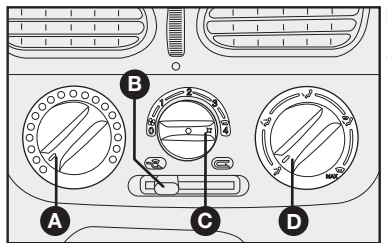

fig. 30
### COMANDOS - fig. 30
1) Seletor para a temperatura do ar A-fig. 30 totalmente posicionado à esquerda.
2) Seletor do ventilador C-fig. 30 posicionado na velocidade máxima.
3) Seletor de distribuição do ar D-fig. 30 apontado para ; controlar para que todas as saídas de ar estejam totalmente abertas.
4) Ligar o ar-condicionado apertando o seletor **C-fig. 30**.
O ar-condicionado é muito útil para acelerar o desembaçamento, pois desumidifica o ar. É suficiente regular os comandos para a função de desembaçamento e ativar o condicionador, apertando o seletor **C-fig. 30**.
1) Condicionador de ar ligado: seletor **C-fig. 30**.